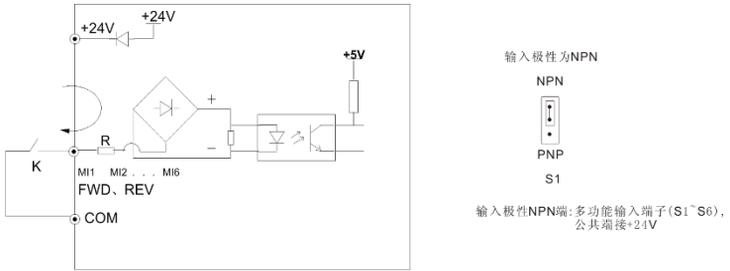

图3-9 使用内部+24V电源的源极的连线方式
(3) MI1~MI6、FWD、REV 端子接线方法
① 使用变频器内部的 24V 电源，输入极性为 NPN 时，接线方式如图 3-9 所示